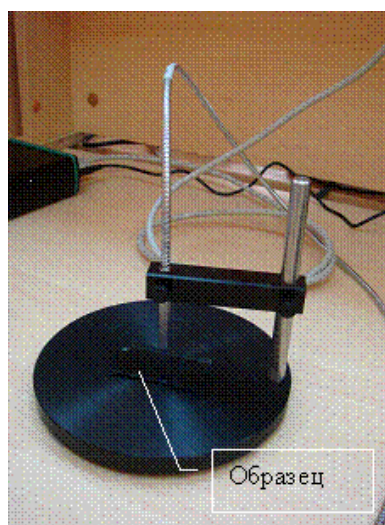

Рис. 1.9. Правильно установленный образец
9. Установить образец, как показано на рис. 1.9. При этом торец оптоволоконного щупа, закрепленного в держателе, приблизить к образцу, следя при этом, чтобы не было касания поверхности.